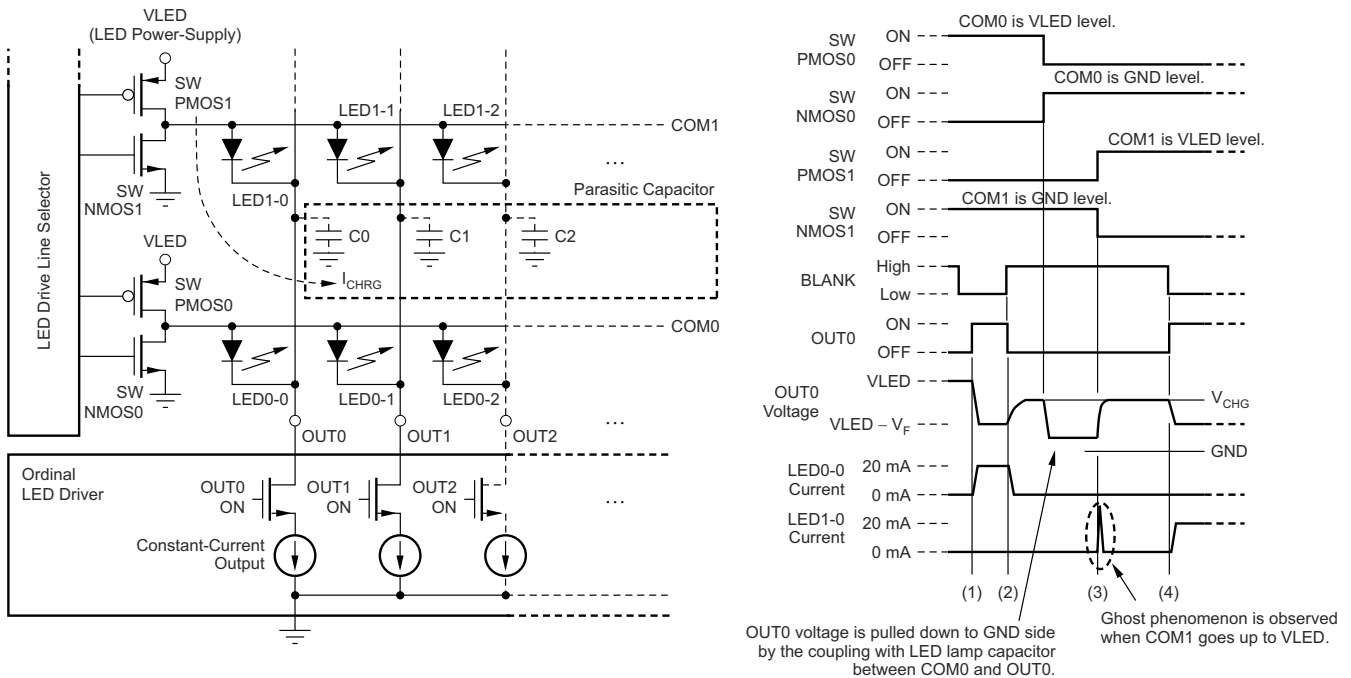

图 7-1. LED 重影现象机制
内部预充电 FET 可防止多路复用 LED 模块出现重影。造成重影现象的其中一个原因是恒流输出 (OUT_n) 的寄生电容充电电流以及通过 LED 连接到 OUT_n 的 PCB 线路。图 7-1 中显示了其中的一种机制。
在图 7-1 中，恒流驱动器会使 LED0-0 在 (1) 处点亮并在 (2) 处熄灭。LED0-0 熄灭后，OUT0 电压会被 LED0-0 上拉至 V_{CHG}。该 OUT0 节点具有一些寄生电容 (例如恒流驱动器输出电容和电路板布局电容，如 C0-2 所示)。LED0-0 熄灭后，SWPMOS0 关断，SWNMOS0 为 COM0 导通，并且 COM0 下拉至 GND。由于 COM0 和 OUT0 之间存在寄生电容，因此 OUT0 电压也会下拉至 GND。然后，SWPMOS1 为下一个公共线 (COM1) 导通。当 SWPMOS1 导通时，OUT0 电压会从地电压被上拉至 V_{LED} - V_F。充电电流 (I_{CHRG}) 通过 LED1-0 流入寄生电容 (C0)，导致 LED 短暂亮起并产生 LED1-0 的重影效果。